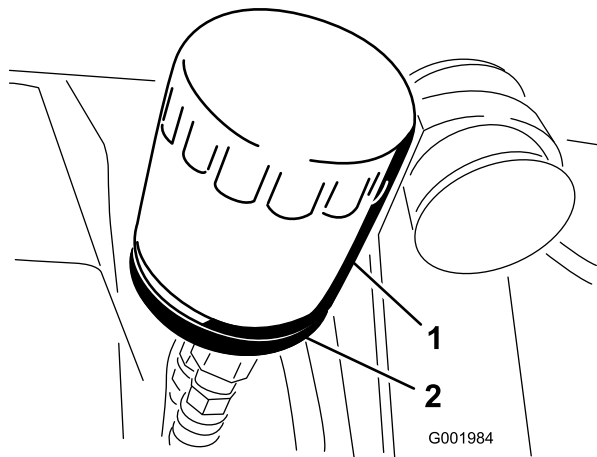

Figure 48
2. Déposez le filtre à huile (Figure 48).
5. Posez le filtre à huile de rechange sur l'adaptateur. Tournez le filtre dans le sens horaire jusqu'à ce que le joint touche l'adaptateur, puis donnez 1/2 tour supplémentaire (Figure 48).